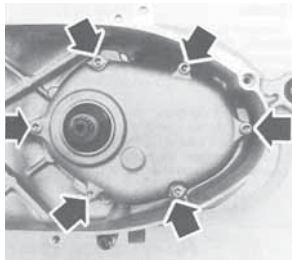
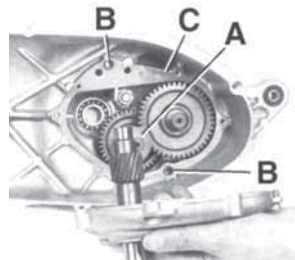

fig. 1
fig. 2
- 5) Pulire accuratamente la parte interna del carter trasmissione principalmente nella zona del coperchio della scatola del riduttore finale (fig. 1).
- 6) Rimuovere il coperchio della scatola trasmissioni (fig. 1) togliendo le viti indicate dalle frecce. Fare attenzione a non danneggiare la guarnizione di tenuta C (fig. 2) e di non smarrire le boccole di centraggio B (fig. 2).
- 7) Pulire la zona interna della scatola di riduzione finale e controllare l'esatta posizione di eventuali rasamenti A (fig. 2)
- 5) Carefully clean the inside of the main transmission casing in the zone of the final gearbox cover (fig.1).
- 6) Remove the transmission box cover (fig. 1) removing the screws indicated by the arrows. Take care not to damage gasket C (fig. 2) and not to mislay the centering bushes B (fig.2).
- 7) Clean the inside of the final gearbox and check the exact position of any shims A (fig. 2) or spacers inside the box.
- 5) Nettoyer soigneusement l'intérieur du carter de transmission, surtout dans la zone du couvercle du boîtier du réducteur final (fig. 1).
- 6) Enlever le couvercle de la boîte de transmission (fig. 1) en retirant les vis indiquées par les flèches. Faire attention à ne pas endommager le joint d'étanchéité C (fig. 2) et à ne pas perdre les bagues de centrage B (fig. 2).
- 7) Nettoyer l'intérieur du boîtier du réducteur final et contrôler la position exacte des cales A (fig. 2) ou entretoises se
- 5) Das Innere des Antriebsgehäuses sorgfältig reinigen, insbesondere im Bereich des Deckels der Enduntersetzung (Abb.1).
- 6) Den Deckel des Antriebsgehäuses entfernen (Abb. 1). Dazu die durch Pfeile gekennzeichneten Schrauben abschrauben. Während dieses Vorgangs ist darauf zu achten, die Abdichtung C (Abb.2) nicht zu beschädigen und die Zentrierbuchsen B (Abb.2) nicht zu verlieren.
- 7) Das Innere des Untersetzungsgetriebegehäuses reinigen und etwaige Zwischenscheiben A (Abb.2) oder Distanzstücke im Innern des Gehäuses auf ihre exakte Positionierung überprüfen.
- 5) Limpiar cuidadosamente la parte interna del cárter de transmisión principalmente en la zona de la tapa de la caja del reductor final (fig. 1).
- 6) Retirar la tapa de la caja de transmisiones (fig. 1) quitando los tornillos indicados por las flechas. Poner atención para no dañar las juntas de retención C (fig. 2) y no perder los anillos de centrado B (fig. 2).
- 7) Limpiar la zona interna de la caja de reducción final y controlar la exacta posición de eventuales niveladores A (fig. 2) o espaciadores presentes adentro de la caja misma.
- 12) Montare il coperchio della scatola di riduzione finale, fig. 1, dopo aver controllato la perfetta integrità della guarnizione C fig. 2 oppure qualora sia
12) First of all check if the gasket C fig. 2 is in perfect condition and then fit the cover of the final gearbox, fig.1. Otherwise, if the gasket paste is supplied, re-use it to create the new gasket. If the gasket is not perfect, check if the wheel turns smoothly without excessive effort.
- 12) Monter le couvercle du boîtier de réduction finale, fig. 1, après avoir contrôlé que le joint C, fig. 2, est parfaitement intègre; ou, s'il y a de la pâte pour
- 12) Den Deckel des Untersetzungsgetriebegehäuses montieren, Abb.1. Anschließend den einwandfreien Zustand der Abdichtung C Abb.2 überprüfen oder falls die Dichtungspaste vorhanden ist, eine neue Dichtung vorsehen. Falls die Abdichtung in irgend einer Weise Mängel aufweist, diese
- 12) Montar la tapa de la caja de reducción final, fig. 1, después de haber controlado la perfecta integridad de la junta C fig. 2, o si se encuentra la pasta para juntas, utilizarla para crear la junta nueva. Si la junta no estuviese perfecta sustituirla con una nueva original. Ajustar los tornillos indicados en la fig. 1 con un par de cierre de 12Nm. Controlar que la rueda gire libremente
presente la pasta per guarnizione, riutilizzare la pasta per guarnizioni per creare la nuova guarnizione. Qualora la guarnizione non sia perfetta sostituirla con una nuova originale. Serrare le viti indicate in fig. 1 con una coppia di serraggio di 12Nm. Controllare che la ruota ruoti liberamente senza sforzo per verificare il corretto montaggio.
joints, ré-utiliser cette pâte pour créer le nouveau joint. Si le joint n'est pas en parfait état, le remplacer avec un autre joint d'origine. Serrer les vis indiquées en fig. 1 à un couple de serrage de 12Nm. Pour vérifier que le montage est correct, contrôler que la roue tourne librement et sans efforts.
mit einer neuer Original-Abdichtung ersetzen. Die Schrauben wie in Abb.1 angegeben mit einem Anzugsmoment von 12 Nm anziehen. Danach kontrollieren, dass die Räder mühelos frei laufen, was auf eine ordnungsgemäße Montage schließen lässt.